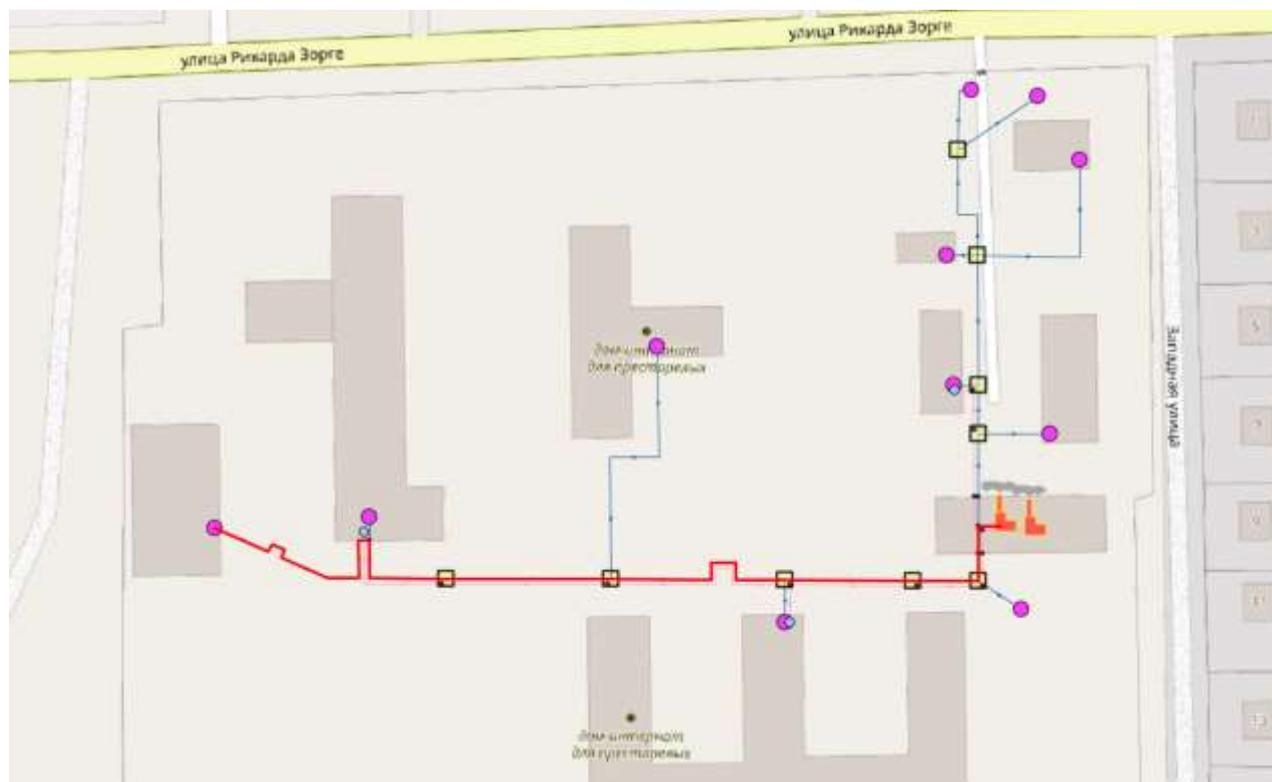
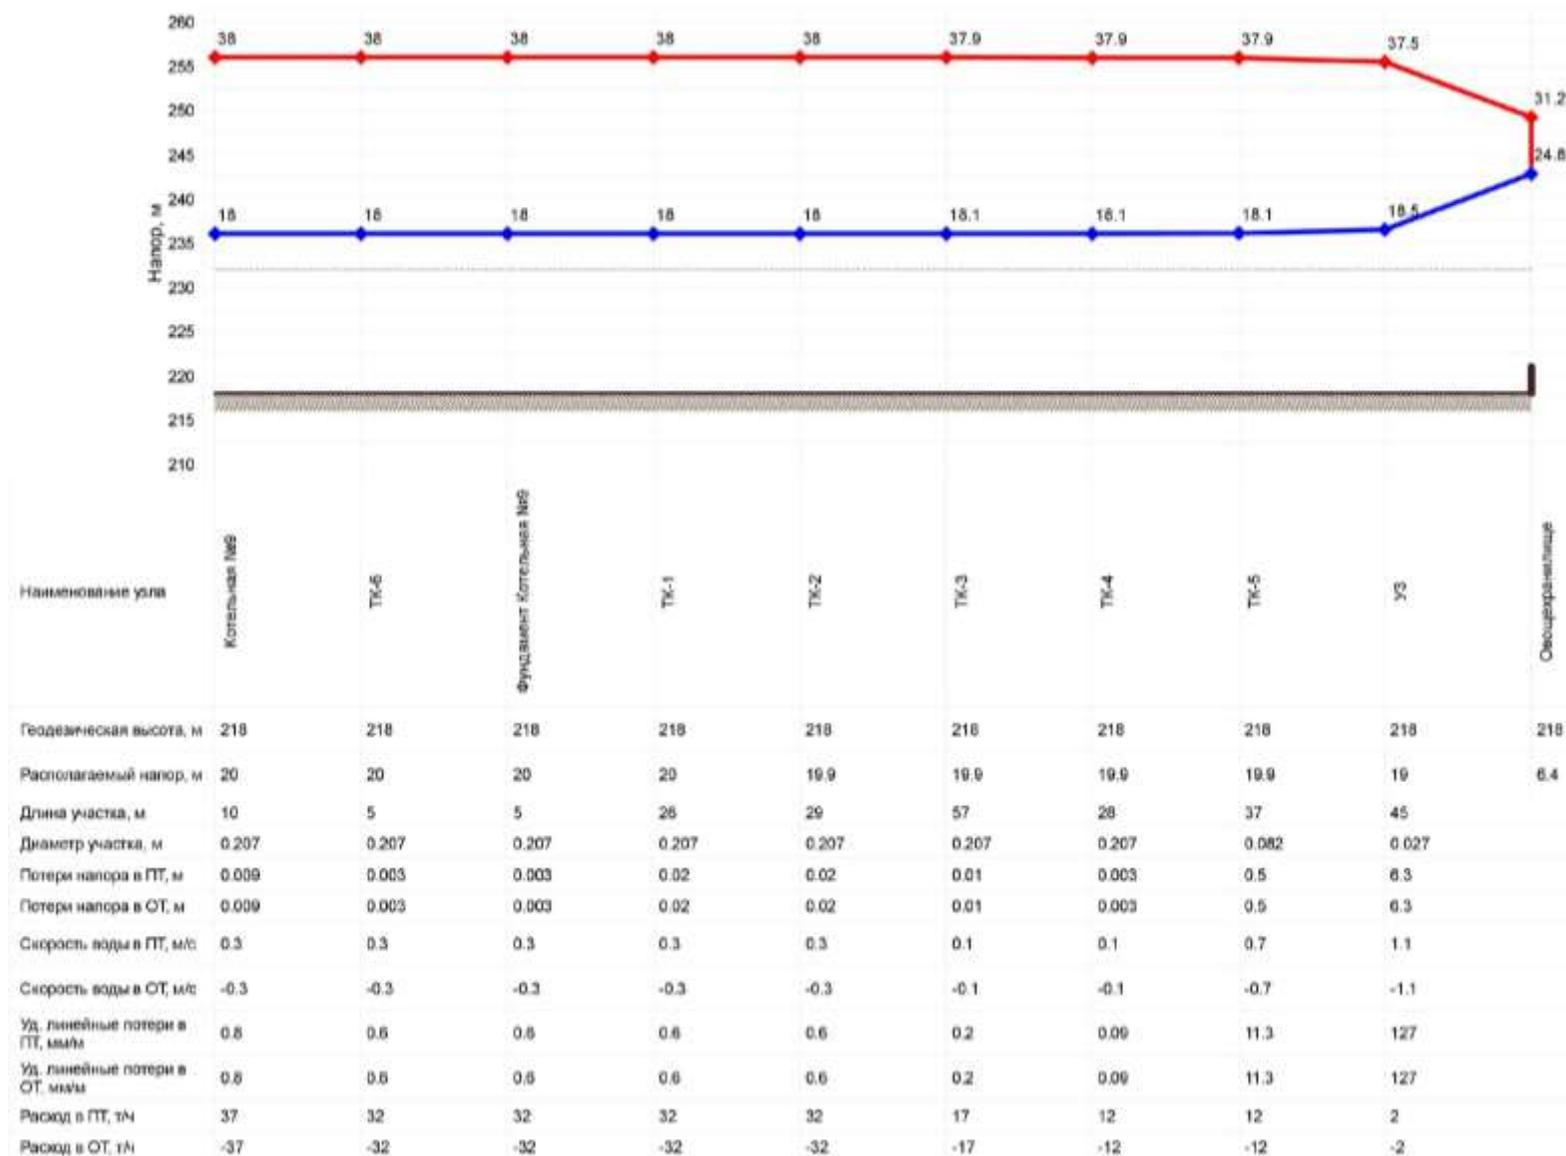

Рисунок 29 - Путь теплоносителя по направлению от котельной № 9 до здания по ул. Рихарда Зорге, 157
Рисунок 30 - Пьезометрический график от котельной № 9 до здания по ул. Рихарда Зорге, 157
– расчетный путь от котельной № 9 до здания по ул. Рихарда Зорге, 157 (рисунок 29), основные характеристики теплопровода и режимные параметры теплоносителя (таблица 15), результаты гидравлического расчета, пьезометрический график (рисунок 30).